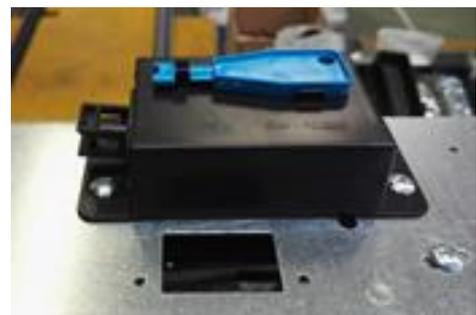

Abb. 5.2 - Schalter
- Um Probleme für den Befüller des Verkaufsautomaten zu vermeiden, dürfen die Schalter, einer befindet sich auf der Schublade und einer auf der rechten Seite des Warenausgabekorbs, nicht aktiviert sein (siehe Abbildung 5.2);